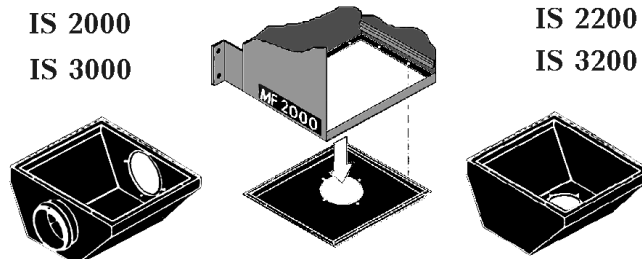

Рисунок 8.6
- 8.7. Установка альтернативных приемных камер (рис. 8.6.). Ослабьте и удалите винты, удерживающие приемную камеру. Установите альтернативную приемную камеру аналогичным образом. Альтернативные приемные камеры указаны в п. 1.3.